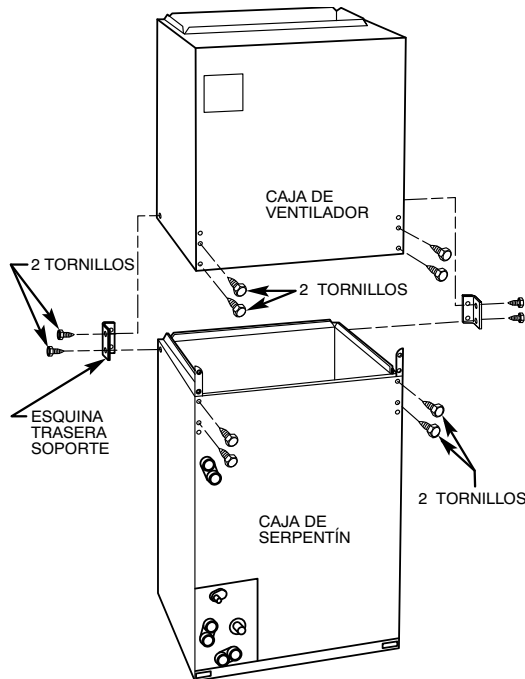

Fig. 7: Extracción de los soportes de la unidad modular
**NOTA:** Las unidades modulares se pueden desmontar y los componentes se pueden mover por separado al área de instalación para su posterior montaje. Este proceso incluye pequeños orificios de separación y limita las entradas a los lugares de instalación (Fig. 7).
- b. Quite los tres tornillos para retirar el divisor de aire (B) del conjunto de cierre del serpentín (encarte de la Fig. 7).
- c. Retire la placa de llenado (A) e instale el divisor de aire (B) en lugar de la placa de llenado.
- d. Instale la placa de llenado (A) como se muestra en la aplicación horizontal derecha.
- e. Retire las cubetas de condensado (C) e instélas en las láminas de tubos opuestas.